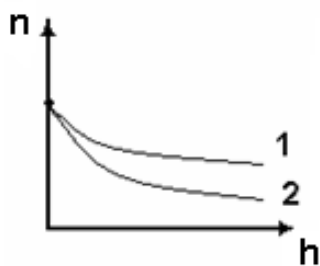

Рис. 15
1. а) Какой закон изображен на графике (рис. 15)? Напишите формулу.